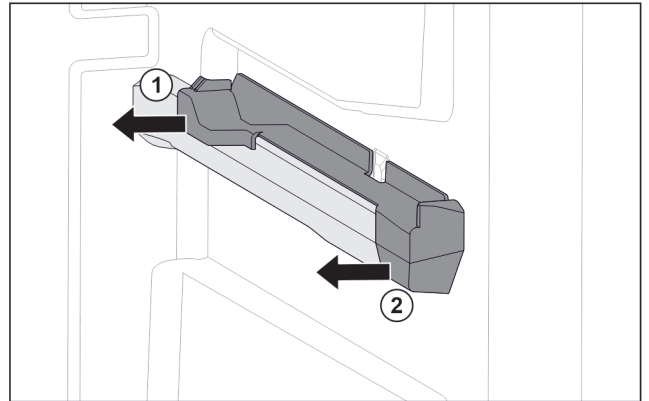

Fig. 118 Element nasadzany na prawym żebrze pojemnika
- ▶ Odciągnąć element nasadzany z tyłu w bok. Fig. 118 (1)
- ▶ Odciągnąć element nasadzany z przodu w bok. Fig. 118 (2)